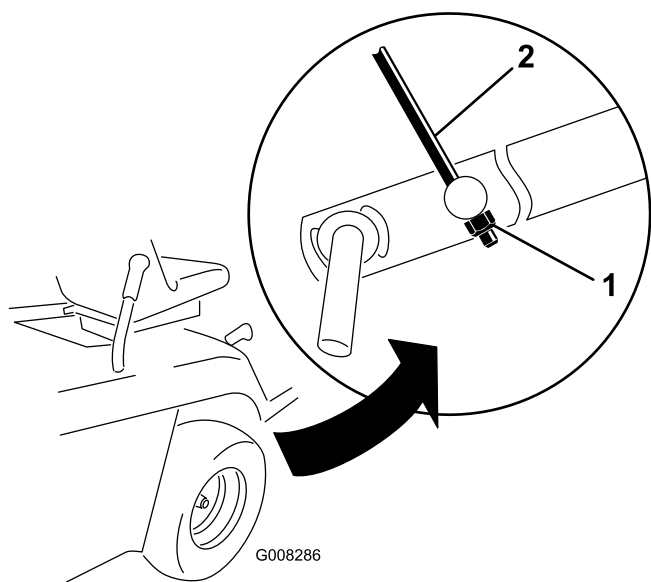

Figura 42
- Ajuste la contratuerca M8, en el extremo de la varilla de ajuste de altura de corte, hasta que la varilla esté ligeramente tensada (Figura 42).